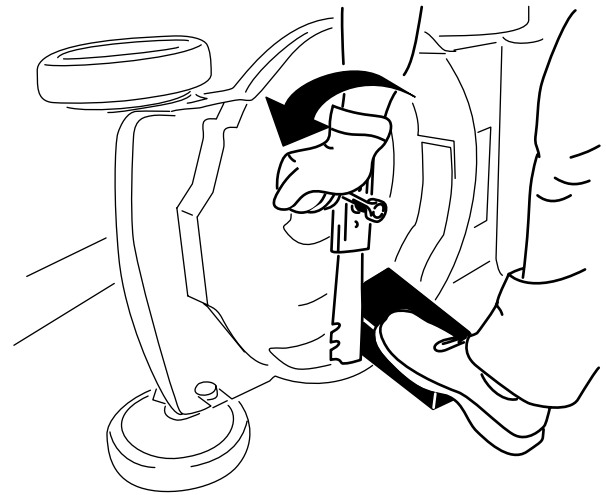

Figura 49
3. Utilice un bloque de madera para inmovilizar la cuchilla (Figura 49).
4. Retire la cuchilla, conservando todos los herrajes de montaje (Figura 49).